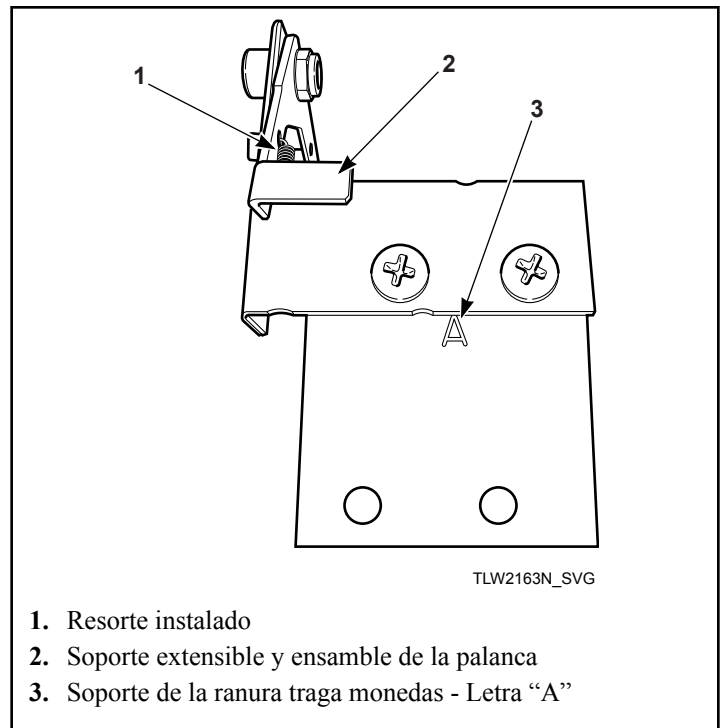

Figura 37
5. Instale el soporte extensible y el ensamble de la palanca sobre el soporte de la ranura traga monedas utilizando dos tornillos y contratuercas. Consulte *Figura 37*.
IMPORTANTE: Instale el soporte de la ranura traga monedas con el lado "A" hacia arriba y hacia el soporte extensible y el ensamble de la palanca. Consulte *Figura 37*.